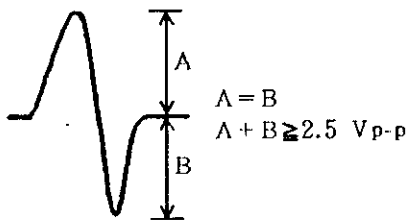

Fig. 8
<ul style="list-style-type: none"> ● Procedimiento <ol style="list-style-type: none"> 1. Conecte la patilla 5 de CN109 a GND. 2. Inserte un disco. 3. Presionando la tecla "1 + MULTI-SPEED" mientras mira la pantalla del osciloscopio le permitirá observar durante un instante la forma de onda mostrada en la Fig. 8. Confirme que la amplitud sea de 2,5 V_{p-p} o mayor y que la amplitud del lado positivo sea aproximadamente igual que la del lado negativo. Tenga presente que la forma de onda se visualiza sólo durante un instante cuando se presiona la tecla "1 + MULTI-SPEED". Presione la tecla tantas veces como sea necesario hasta poder confirmar la forma de onda. 	<p>[Evaluación del fonocaptor]</p> <p>Evalúe el fonocaptor después de haber efectuado correctamente todos los ajustes. Si el resultado de la evaluación es como se indica abajo, el fonocaptor puede estar defectuoso.</p> <ol style="list-style-type: none"> ① La amplitud de la señal de error de seguimiento es muy pequeña (2 V_{p-p} o menor). ② La amplitud de la señal de error de enfoque es muy pequeña (2,5 V_{p-p} o menor). ③ La amplitud del lado positivo de la señal de error de enfoque es excesivamente asimétrica desde el lado negativo (más de 2 : 1). ④ La señal de RF es demasiado pequeña (0,8 V_{p-p} o menor). La señal no llega al valor especificado ni después del ajuste de VR5 (alimentación de láser).